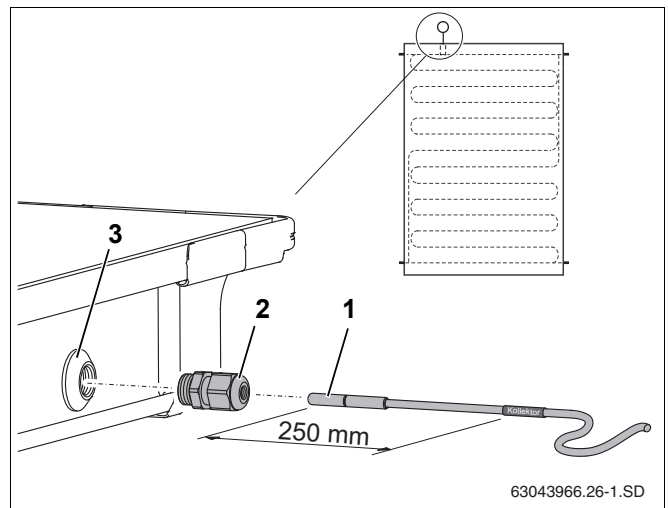

Рис. 54 Установка датчика в коллектор
Для исправной работы солнечной установки необходимо, чтобы коллекторный датчик (рис. 54, поз. 1) был вставлен в установочную трубку до упора (примерно на 250 мм).
- ▶ Проткните датчиком или отверткой уплотнительный слой в гильзе (рис. 54, поз. 3).
- ▶ Заверните зажимную втулку (рис. 54, поз. 2) в гильзу.
- ▶ Затяните зажимную втулку (рис. 54, поз. 2), удерживая от сворачивания.
Если Вы проткнули гильзу (рис. 54, поз. 3) не в том коллекторе, в котором нужно, то ее нужно плотно закрыть заглушкой из комплекта для подключения. Но прежде нужно, используя резьбовую втулку (рис. 54, поз. 2), удалить находящуюся в гильзе гайку.